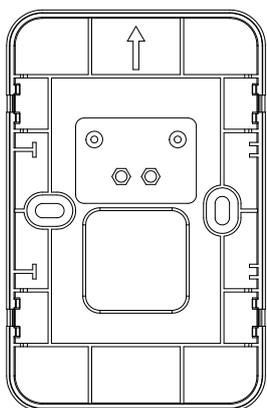

图 3-23
- (2) 安装底壳时应注意方向，底壳示意图 3-23 所示。